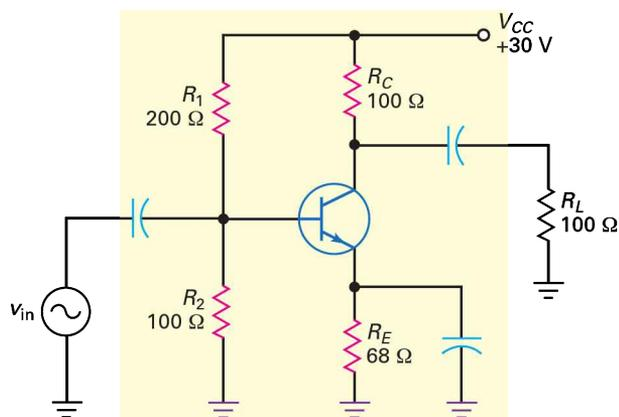

Figure 10.39
10.6 Quelle est la résistance de collecteur DC de la figure 10.39 ? Quelle est la valeur du courant DC à la saturation ?
10.7 D'après la figure 10.39, quelle est la résistance de collecteur AC ? Quelle est la valeur du courant AC à la saturation ?
10.8 Quelle est la valeur maximale crête à crête de la sortie dans la figure 10.39 ?
10.9 Toutes les résistances sont doublées dans la figure 10.39. Quelle est la valeur de la résistance de collecteur AC ?
10.10 Toutes les résistances sont triplées dans la figure 10.39. Quelle est la valeur maximale crête à crête de la sortie ?
10.17 Que vaut le courant d'alimentation de la figure 10.39 ?
10.18 Quelle est la puissance continue fournie à l'ampli de la figure 10.39 ?
10.19 Le signal d'entrée de la figure 10.39 est augmenté jusqu'à ce que la valeur crête à crête de la tension de sortie sur la charge soit maximale. Quel est le rendement ?
10.20 Quelle est la puissance consommée au repos dans la figure 10.39 ?